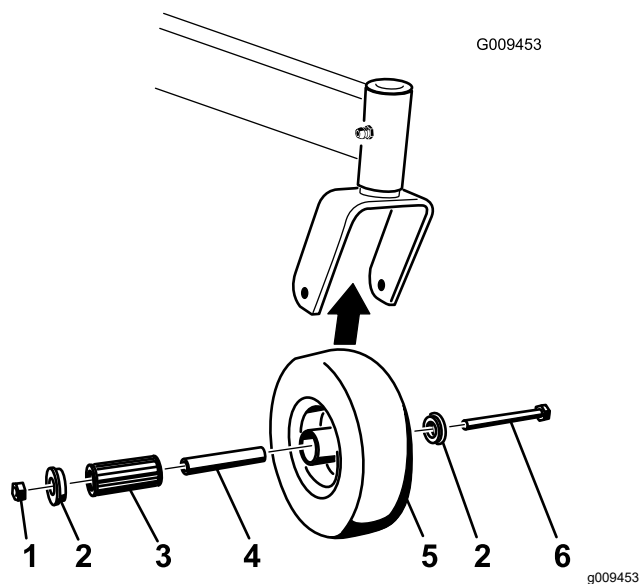

Figure 61
1. Enlevez le contre-écrou et le boulon de fixation de la roue pivotante à la chape (Figure 61).
2. Enlevez une bague, puis sortez la douille pour clé et le roulement à rouleaux du moyeu de roue (Figure 61).
3. Enlevez l'autre bague du moyeu, puis nettoyez la graisse et les saletés éventuellement présentes dans le moyeu (Figure 61).
- Remarque:** Remplacez les pièces endommagées ou usées (Figure 61).
5. Placez une bague dans le moyeu de roue (Figure 61).
6. Lubrifiez le roulement à rouleaux et la douille pour clé, et insérez-les dans le moyeu (Figure 61).
7. Mettez la deuxième bague dans le moyeu (Figure 61).
8. Montez la roue pivotante dans la fourche à l'aide du boulon et du contre-écrou (Figure 61).
9. Serrez le contre-écrou jusqu'à ce que la base de la douille pour clé soit en appui contre l'intérieur de la fourche (Figure 61).